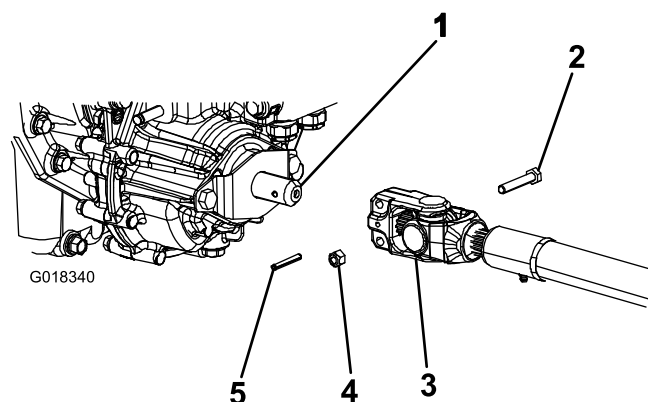

Figure 4
3. Placez l'arbre d'entraînement de PDF sous l'avant de la machine. Veillez à diriger la chape de l'arbre d'entraînement (Figure 4) vers l'arbre menant.